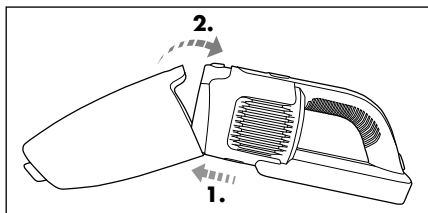

Fig. 6
- 6) Remettez le bac à poussière ⑨ sur la partie portable ③ en glissant d'abord le cran de retenue inférieur sur la partie portable ③ dans l'évidement sur le bac à poussière ⑨. Ensuite, glissez la partie supérieure du bac à poussière ⑨ sur la partie portable ③ jusqu'à ce que le bac à poussière ⑨ s'enclenche de manière audible et soit bien en assise sur la partie portable ③ (fig. 6).